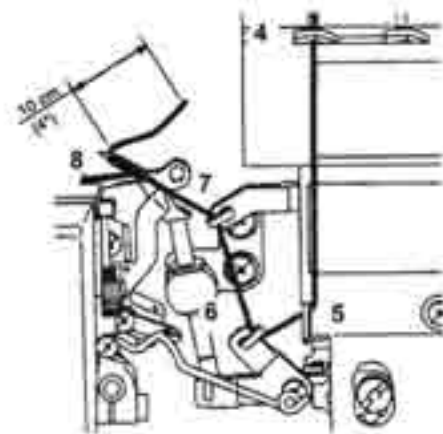

Abb.18
5. Fädeln Sie im Greiferraum gemäß der roten Markierungen den Faden ein (5 - 7)(Abb. 18).
6. Ziehen Sie den Faden von vorne nach hinten durch den Obergreifer 19 (8).